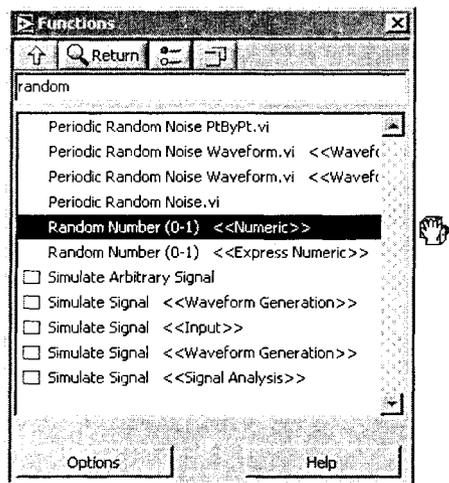

Рис. 1.11
**Search** – вызывает окно поиска (рис. 1.11). В этом режиме в палитрах производится поиск узлов, функций и ВП по названию. Например,